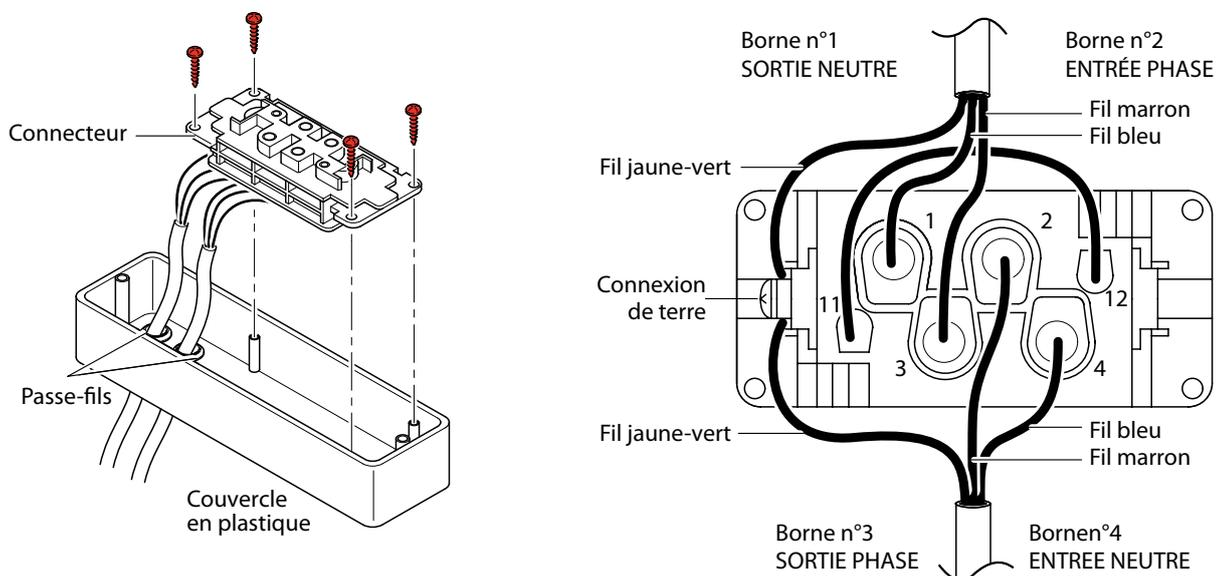

Fig. 7.
5. Branchez le connecteur sur le couvercle en plastique en le fixant par les vis prévus à cet effet ; ensuite passez les fils par les orifices et fixez-les au moyen des deux passe-fils (voir fig. 7).